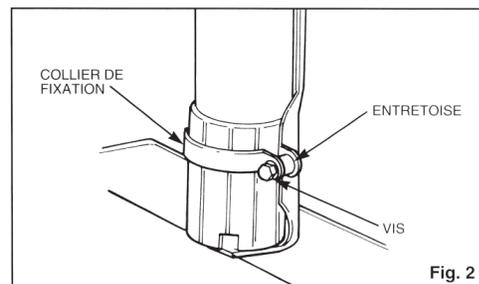

Fig. 2
- 6) Maintenir fermement la pompe sur support, installer la bride, l'entretoise et la vis de fixation (voir Fig.2). Serrer la vis fermement sur le support de pompe.